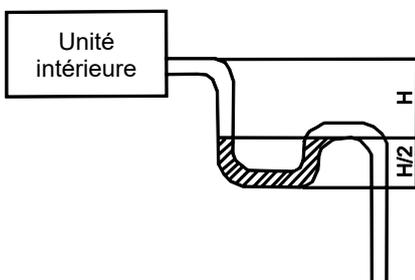

Fig. 21
5. Si le flux d'air depuis l'unité intérieure est trop élevé, ceci pourrait générer une sous-pression qui pourrait causer l'aspiration de l'air ambiant. De ce fait, il faut créer un siphon en forme de U sur le tuyau d'évacuation au niveau de chaque unité intérieure U (voir figure 21).